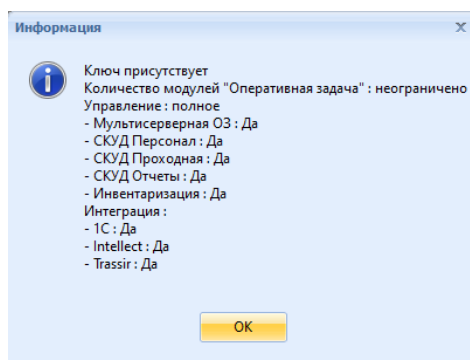

Рисунок 18.4 – Окно «Параметры ключа защиты»
- «Показать параметры ключа защиты» – вызвать информационное окно, содержащее параметры ключа защиты, подключенного к компьютеру (рисунок 18.4).